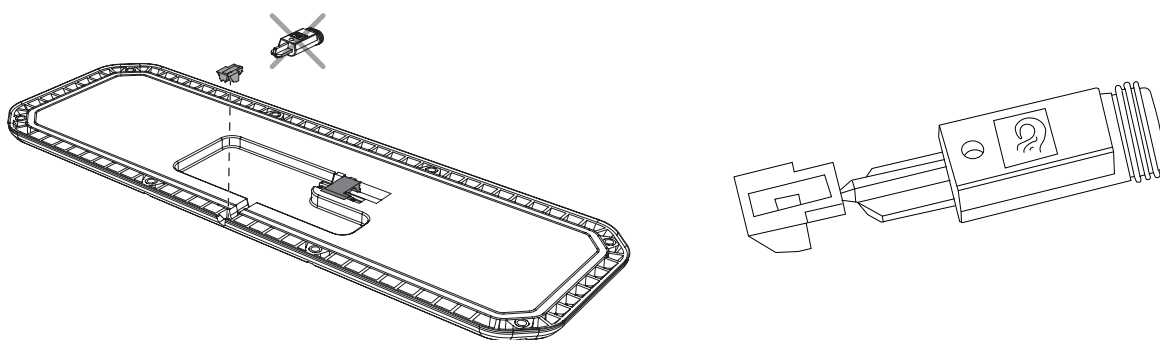

Bild 50. Montering av plugg för tätning av UCU.
4. Bryt försiktigt loss den yttre delen av pluggen och montera i urtaget. Se Bild 50.